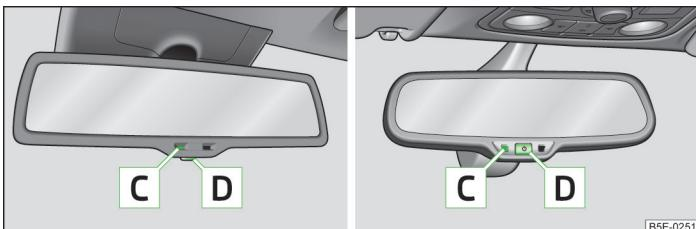

Fig. 44 Retrovisores antideslumbrantes automáticos
- Para activar el antideslumbramiento automático, pulse la tecla **D** » fig. 44.
- Para desactivar el antideslumbramiento automático, pulse de nuevo la tecla **D** » fig. 44.